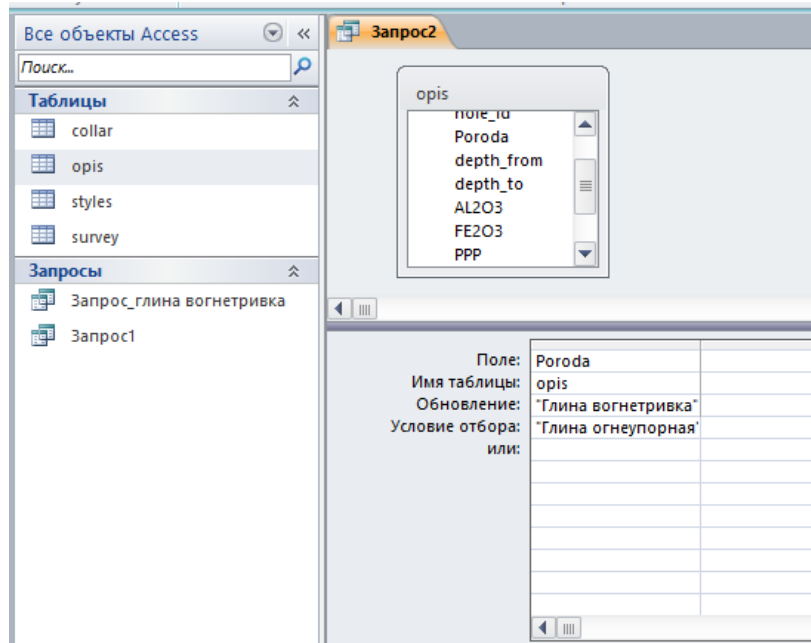

Рис. 31. Встановлення параметрів запиту дії
7. У рядку Обновление ввести: *Глина вогнетривка* (рис. 31).